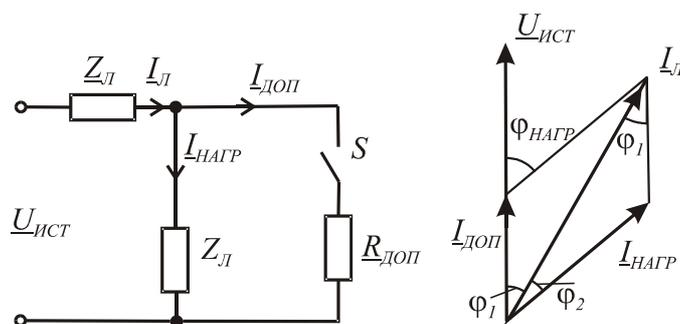

Рисунок 5.5 Определение  $\phi_{\text{НАГР}}$  с помощью дополнительного сопротивления
3) Иногда из измерительных приборов у нас только токоизмерительные клещи, а нам необходимо получить значение коэффициента мощности. Когда необходимо определять отдельно активное и реактивное сопротивления нагрузки при наличии только токоизмерительных клещей можно воспользоваться дополнительным сопротивлением. Для этого параллельно нагрузке подключают дополнительное сопротивление с заведомо известным коэффициентом мощности, например, активное сопротивление - нагреватель (рис.5.5). После этого измеряют три тока: — в нагрузке  $I_{\text{НАГР}}$ ; — в дополнительном сопротивлении  $I_{\text{ДОП}}$ ; — в питающей линии  $I_{\text{Л}}$ . По трем токам строят треугольник токов, один из которых  $I_{\text{ДОП}}$  совпадает с фазным напряжением. Затем по теореме косинусов (квадрат стороны треугольника равен сумме квадратов двух других сторон минус удвоенное произведение этих сторон на косинус угла между ними) находится угол  $\phi_{\text{НАГР}}$ , равный сумме двух внутренних углов треугольника ТОКОВ